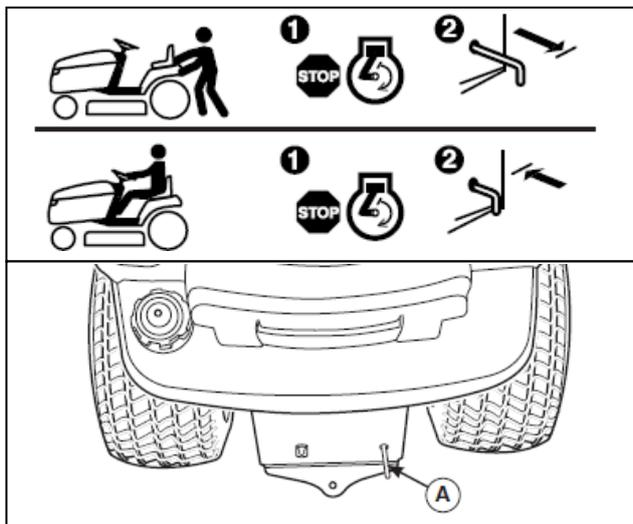

図 6 トランスミッション開放レバー
- オイルゲージ(A)を外しきれいな布で拭いてください。(図6)
3. トランスミッション開放レバー (図6のA) をトラクタ後方へ引きます。